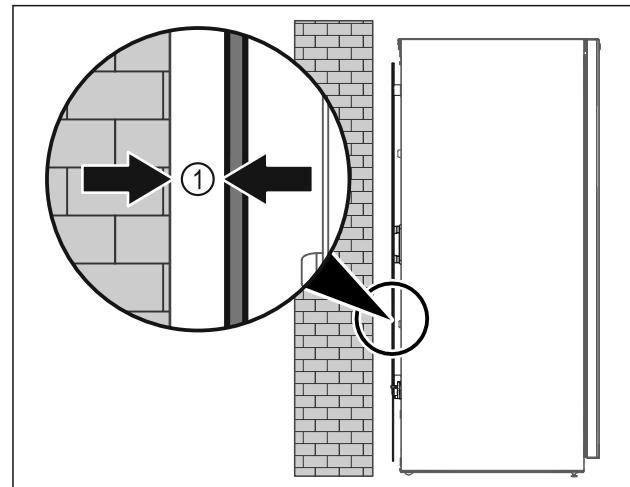

Fig. 9
- Установите устройство или свободно в помещении или прямо к стене на расстоянии 5 мм Fig. 9 (I).